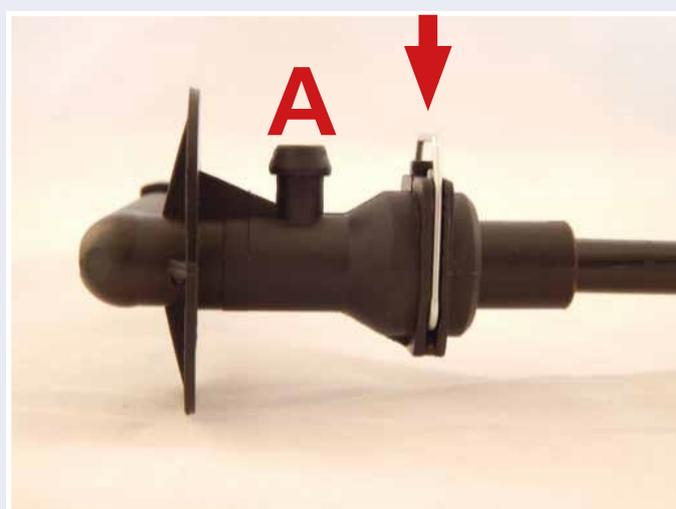

Figura 1
1. Prima operazione, rabboccare il serbatoio della pompa frizione con il nuovo fluido idraulico, successivamente collegare il tubo trasparente allo spurgo dell'aria (A) del connettore dello spurgo che è parte del cilindro ricevitore concentrico della frizione.
2. Premere il fermaglio del connettore di spurgo verso il basso e tenerlo in posizione; questa operazione serve a rilasciare parzialmente il tubo frizione. (Figura 1)